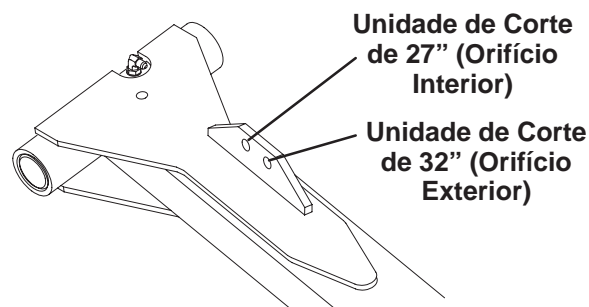

Figura 8
8. Fixe a outra extremidade da corrente ao orifício da patilha de montagem do braço de elevação com passadores de forquilha e contrapinos. Utilize o orifício adequado do braço de elevação conforme indicado na Figura 8.